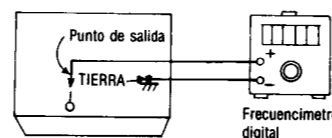

Fig. 3
1. La conexión del equipo de prueba se muestra en la Fig. 3